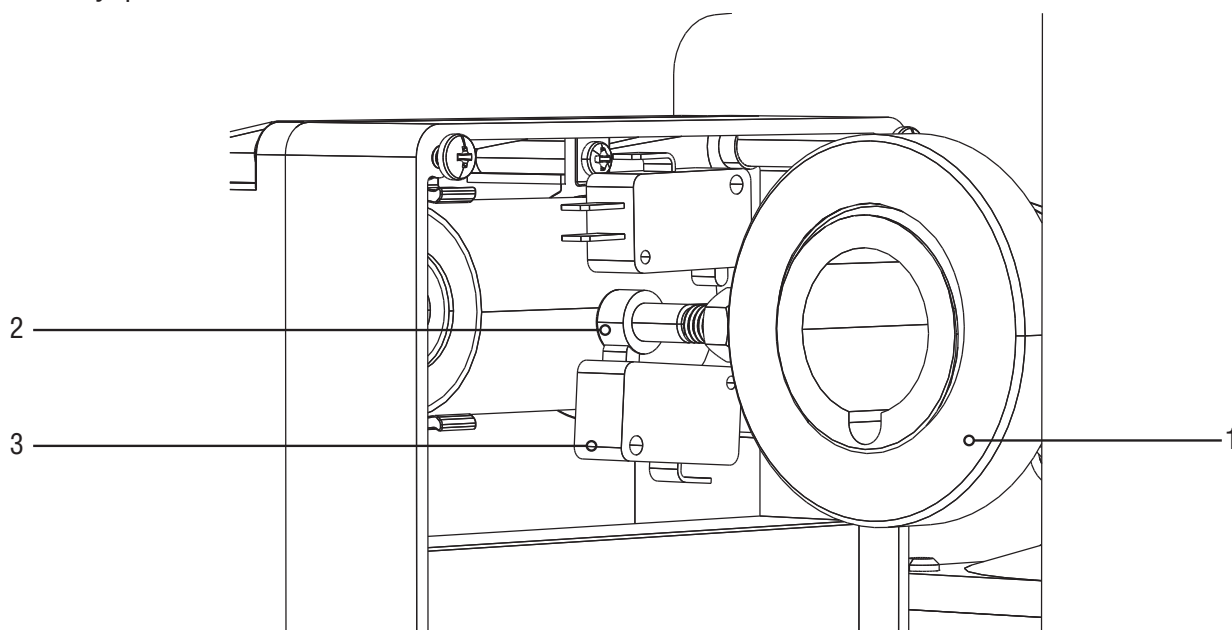

Рисунок 4
- Переместите кольцо установки крайних положений (поз.1) таким образом, чтобы винт (поз.2) нажимал на верхний микропереключатель (поз.3). См. рисунок 4.